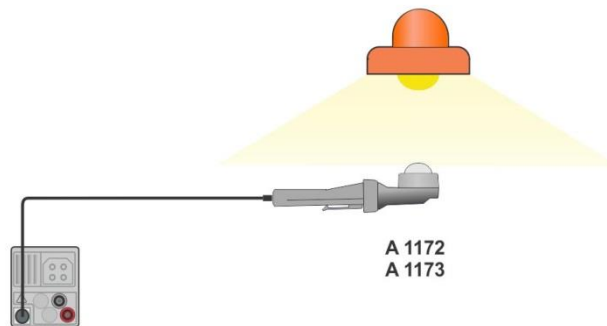

Abbildung 7.78: Positionierung des LUXmeter Sensor
- Positionieren Sie den LUXmeter Sensor **Abbildung 7.78**